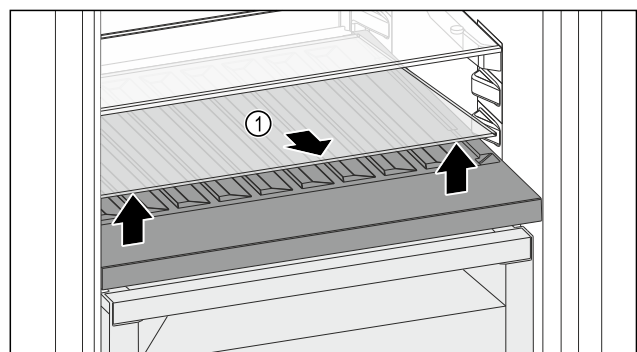

Fig. 149
- ▶ Приподнимите стеклянную пластину Fig. 149 (1) за выемку спереди и извлеките.
- ▶ Уложите стеклянную пластину Fig. 149 (1) на хранение вне устройства.
- ▶ Установите стеклянную пластину (2) под сменной полкой для хранения бутылок.